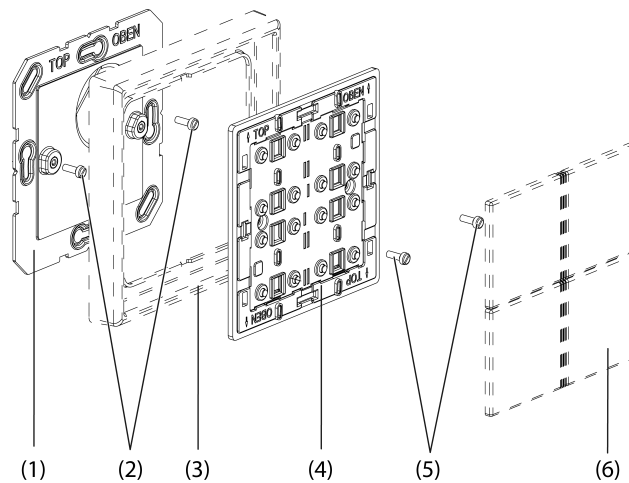

Bild 1: Funk-Wandsender-Modul 4-fach
- Bodenplatte (1) auf ebenen Untergrund schrauben oder kleben. Die Kennzeichnung **TOP/OBEN** muss dabei oben liegen.
- Design-Rahmen (3) auf die Bodenplatte stecken.
- Wandsender-Modul (4) auf Bodenplatte schrauben.
- Abdeckungen (6) aufrasten (Bild 1).
- Abdeckungen (6) vorsichtig vom Wandsender entfernen (Bild 1).
- Wandsender von der Bodenplatte (1) abschrauben (Bild 1).